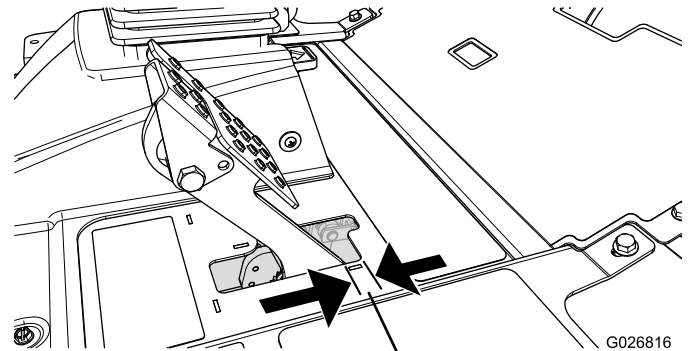

Bild 68
Stellen Sie die Bremsen ein, wenn das Bremspedal mehr als 25 cm Spiel hat, oder wenn die Bremsen nicht mehr gut genug greifen (Bild 68). Als Spiel gilt der Abstand, den das Bremspedal zurücklegt, bevor ein Bremswiderstand spürbar ist.
2. Ziehen Sie die hintere Mutter an, um den Zug nach hinten zu bewegen, bis das Bremspedal ein Spiel zwischen 6,3 mm bis 12,7 mm aufweist, bevor die Radsperre auftritt (Bild 68).